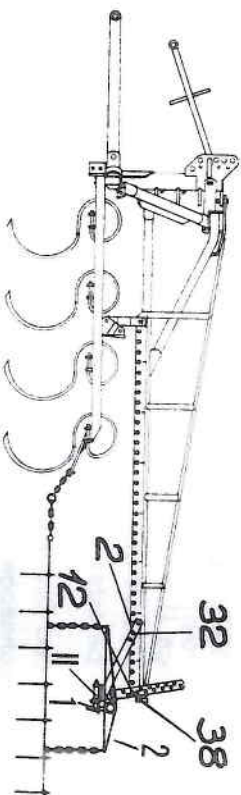

Abb. 57 Kombination 4-balkige Federzahnegge + Netzegge - siehe auch Seite 14
Grundrahmen, großer Ausleger und Federzahnegge am Schlepper anbauen. Schwinge II wie auf Abb. 57 anstecken und das Zwischenstück OZ (1) zur Aufnahme des Netzeggen-Tragrähmens (2) in den Schwingenfuß einstecken. Netzeggen-Tragrähmen mit den langen Armen nach vorn einstecken. Die Netzegge ausbreiten und anhängen. (Anbringung der Zugketten des Netzeggen-Tragrähmens siehe Seite 11.